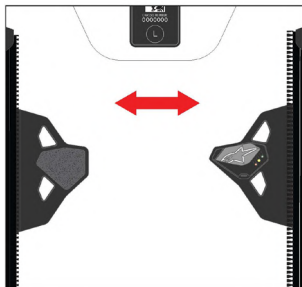

Abbildung 13: Ausschalten des Systems
Um das System ausgeschaltet zu halten, lassen Sie den vorderen Verschluss (3) und den Reißverschluss offen, wie in Abbildung 13 gezeigt. Lassen Sie das System immer in diesem Zustand, wenn es gelagert, transportiert oder versandt wird.
WARNUNG! Schalten Sie das System **IMMER** aus, indem Sie den vorderen Verschluss (3) wie in Abbildung 13 gezeigt öffnen, wenn Sie nicht Motorrad fahren, auch wenn Sie das System weiterhin tragen. Obwohl das System für eine Reihe von Aktivitäten, bei denen Sie nicht mit dem Motorrad fahren, getestet wurde, erhöht sich die Wahrscheinlichkeit einer unerwünschten Auslösung, wenn das System eingeschaltet und/oder aktiv bleibt, und die Batterie wird entladen.